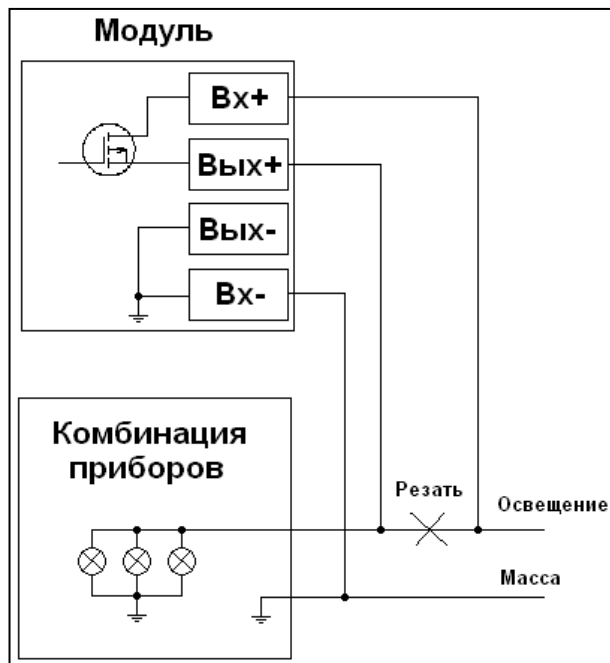

Рисунок 2. Модуль плавной подсветки. Схема включения
5.3 Контакты «Вх –» и/или «Вых –» модуля припаять к проводу «масса» автомобиля, рисунок 2.